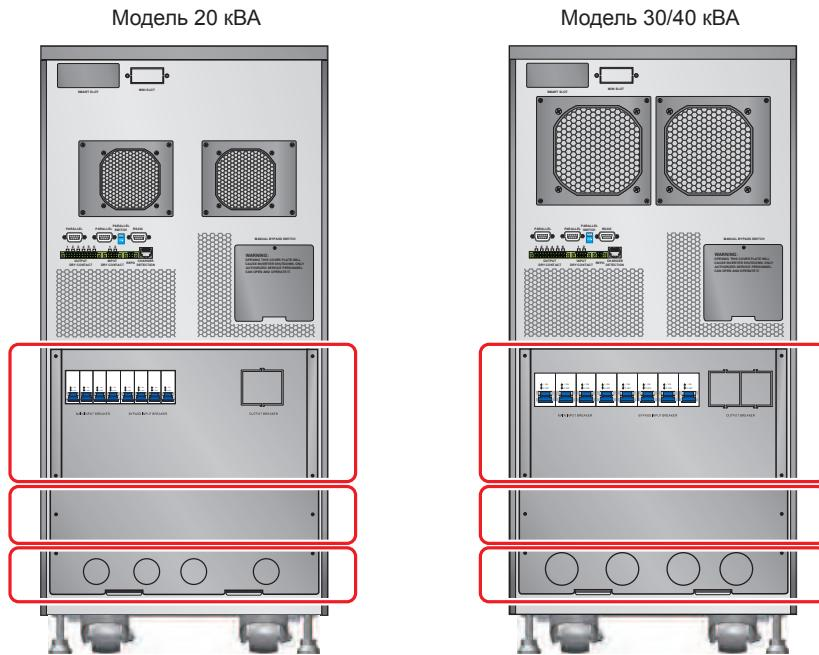
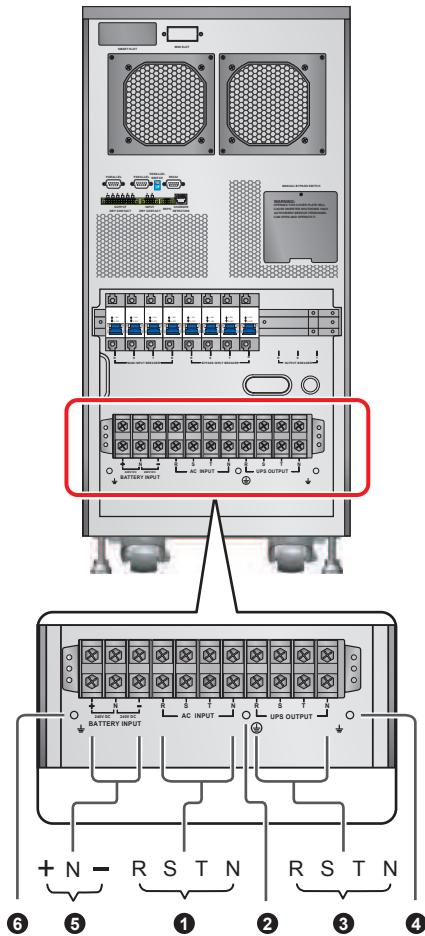

Рис. 6-5. Расположение панелей
Рис. 6-8. Блок зажимов
- 1** Снимите крышки, показанные на *рис. 6-5*, для доступа к блоку зажимов (см. *рис. 6-8*).
- 2** Убедитесь, что вы разобрались с подключениями к блоку зажимов, показанными на рис. 6-8.